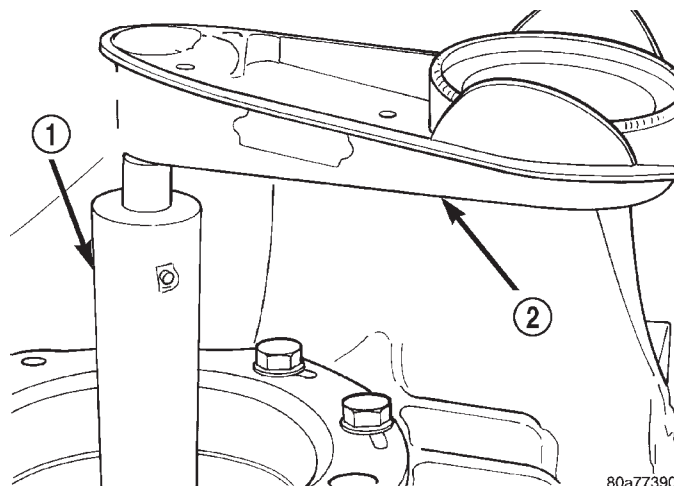

Fig. 89 Verificación del esfuerzo de rotación de los cojinetes del diferencial
(3) Haga girar el diferencial por lo menos una revolución completa, a fin de asegurar que los cojinetes de rodillo cónico queden perfectamente asentados.
(4) Con la herramienta L-4436A y una llave de tensión de libras pulgada, verifique el esfuerzo de rotación del diferencial (Fig. 89). **El esfuerzo de rotación debería estar entre 0,56 y 2,03 N·m (5 y 8 lbs. pulg.).**
(5) Si el esfuerzo de rotación cumple con las especificaciones, retire las herramientas. Se completó la instalación.
(6) Si el esfuerzo de rotación no cumple con las especificaciones, proceda con los pasos siguientes a fin de seleccionar correctamente los espaciadores: